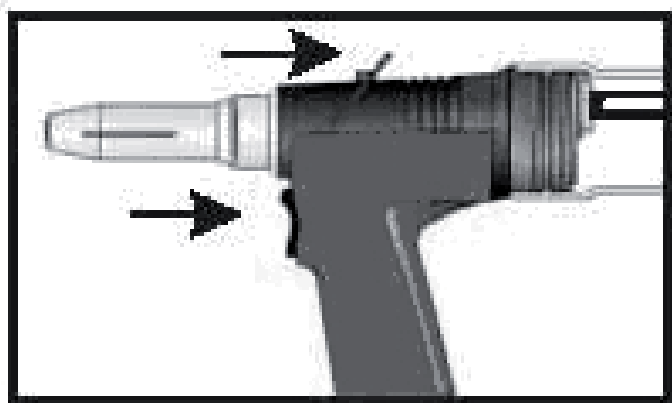

Fig. 05
- Durch drücken des Abzug (Fig. 05) wird der Niet gezogen (Augenschutz tragen).